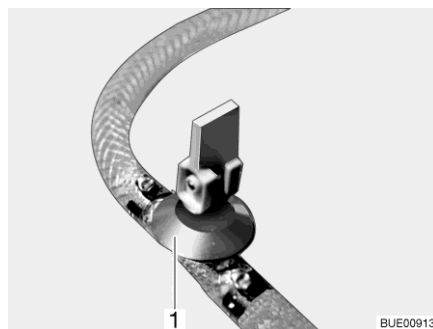
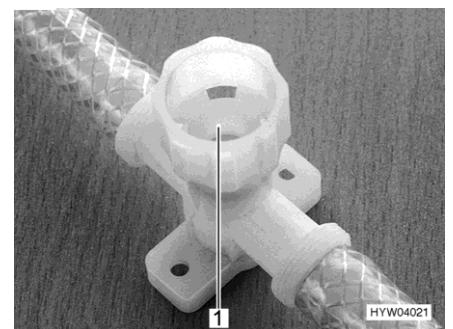

Fig. 273 Robinet de vidange (avec levier à bascule)
Fig. 274 Robinet de vidange (avec capuchon tournant)
- Fermer tous les robinets de vidange. Placer pour ce faire le levier à bascule (Fig. 273,1) à l'horizontale ou faire tourner le capuchon du robinet de vidange (Fig. 274,1) dans le sens des aiguilles d'une montre.